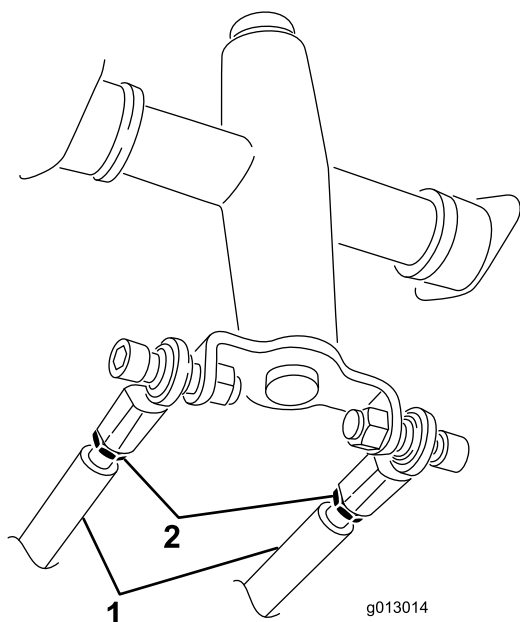

Рисунок 56
3. Ослабьте контргайки на штоках привода под панелью управления (Рисунок 56).